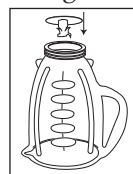

Fig. 2
2. Introduisez le couteau dans le récipient (fig. 2).